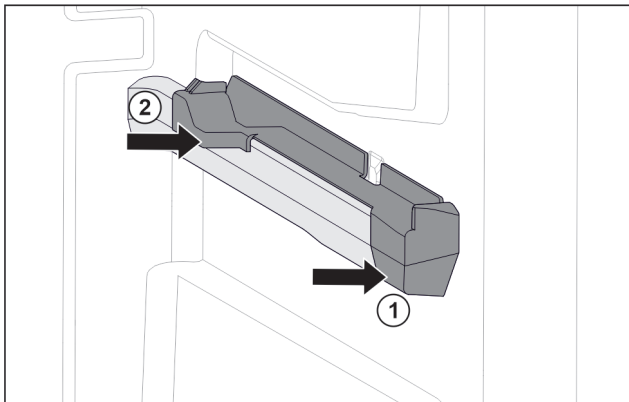

Fig. 77 Aufsteckteil auf der rechten Behälterrippe
- ▶ Aufsteckteil vorne an Behälterrippe ansetzen. Fig. 77 (1)
- ▶ Aufsteckteil hinten andrücken. Fig. 77 (2)